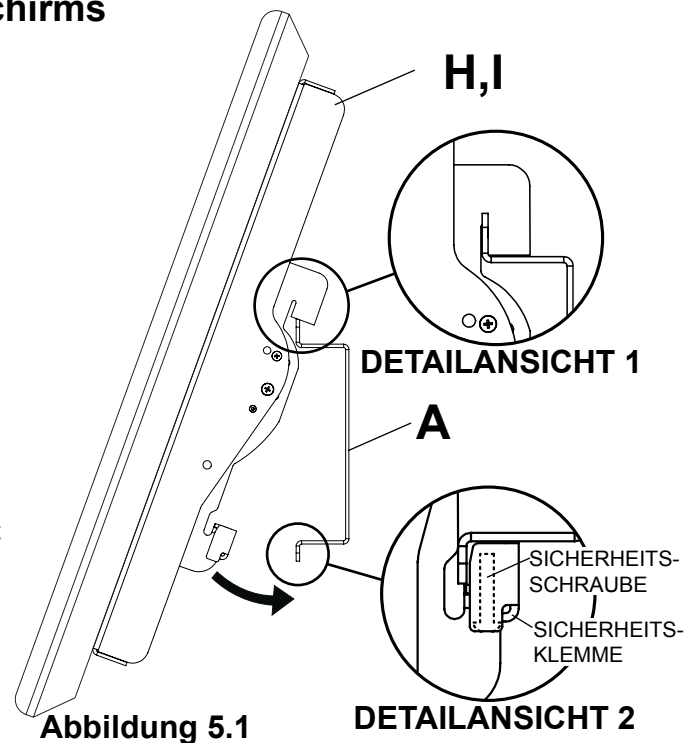

Abbildung 5.1
5 Anbringung des Bildschirms: Haken Sie die Kipphalterungen (H,I) an der Adapterplatte (E) ein und schwenken Sie den Bildschirm wie in Abbildung 5.1 dargestellt nach innen. **HINWEIS:** Falls sich die Sicherheitsklemme nicht an der Adapterplattenunterseite vorbeiführen lässt, lösen Sie die Sicherheitsschraube mit einem Inbusschlüssel (J). Die Haken der Kipphalterungen müssen ganz in die Adapterplatte eingreifen wie in Detailansicht 1 dargestellt. Ziehen Sie die Sicherheitsschraube mit einem Inbusschlüssel (J) an, bis die Sicherheitsklemme fest an der Unterseite der Adapterplatte anliegt.